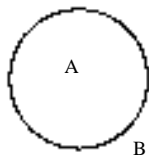

图 2.3.2 圆心、半径法绘制圆
Step2. 指定圆心。选取圆心位置点 A, 如图 2.3.2 所示。